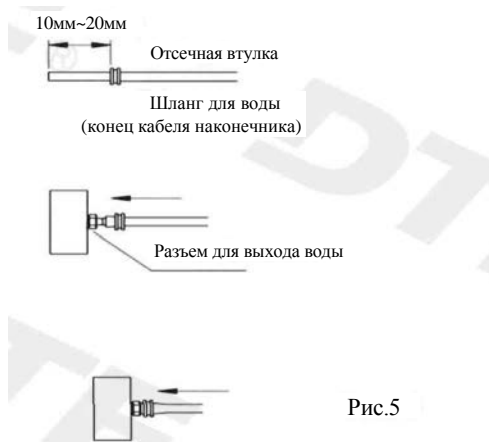

Рис.5
2.2.3 Инструкции по использованию отсечной втулки (Рис.5)